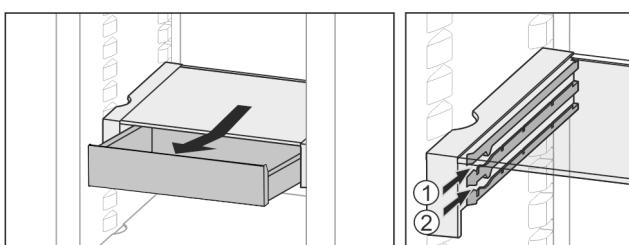

Fig. 18
- Zasuňte ju v ľubovoľnej výške Fig. 18 (1) alebo Fig. 18 (2).